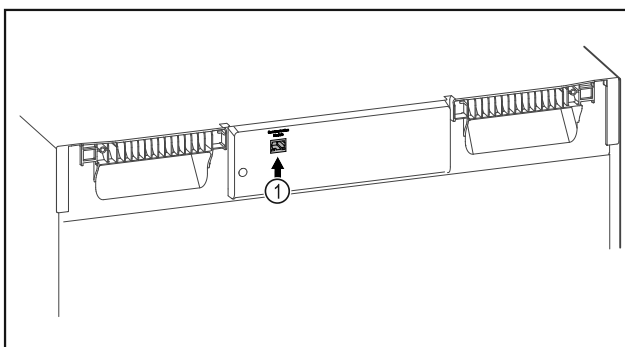

Fig. 84
- Το SmartModule Fig. 84 (1) χρησιμοποιείται.